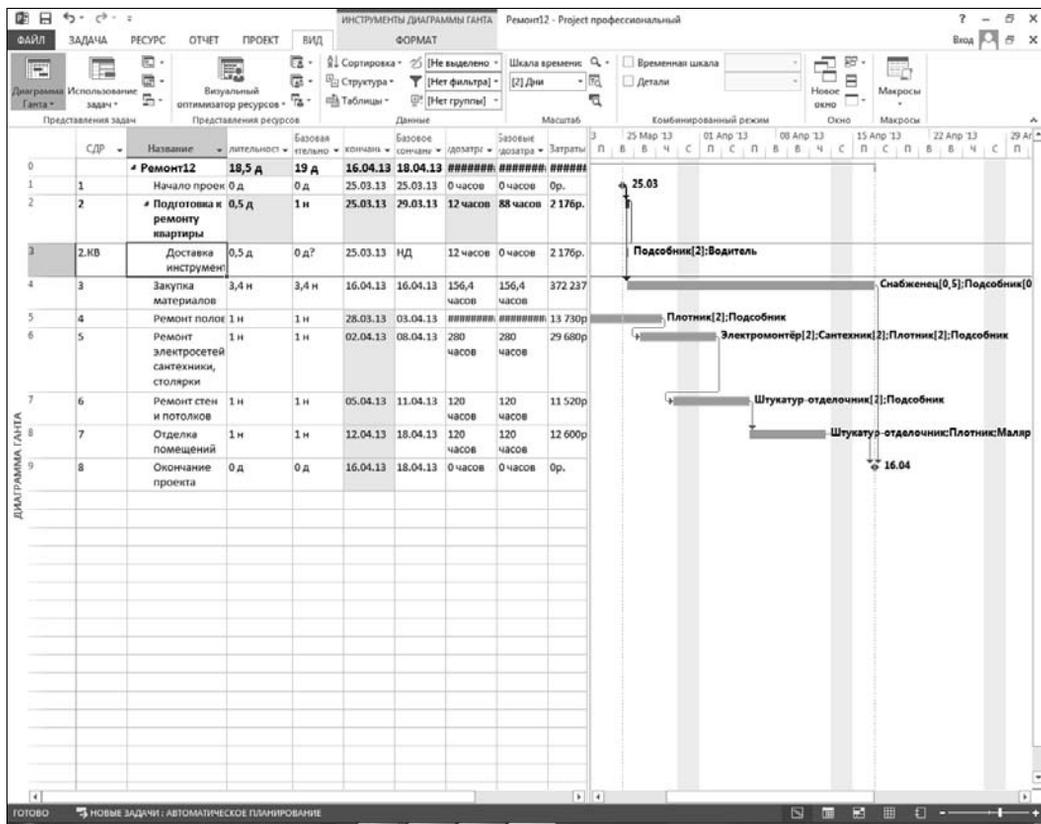

Рис. 7.1.2. Линейная диаграмма проекта-примера с введенной в него детальной задачей
6. Для того чтобы сформировать нужную иерархию задач, следует воспользоваться имеющейся в области **Планирование** кнопкой **Понизить уровень задачи** (это вторая справа кнопка в нижнем ряду на рис. 7.1.1). Сохранив выделенной новую задачу, следует нажать эту кнопку. При этом Project выдаст сообщение о том, что начало задачи 5 будет перемещено на период времени до начала проекта. Это вызвано тем, что начало задачи 5 установлено за два дня до окончания задачи 2, которая стала сводной, и теперь ее длительность определена длительностью входящих в нее задач. Пока такая задача только одна, и ее длительность всего полдня. Следует разрешить системе управления проектами перемещать связанные задачи (нажав для этого кнопку **ОК**) — после полной детализации работ по подготовке ремонта все должно встать на свои места. После изменения уровня новой задачи следует выделить соответствующее этой задаче поле СДР, нажать управляющую кнопку <F2> и, согласно табл. 7.2, сформировать в нем значение кода иерархической структуры работ, заменив им звездочки, играющие роль заполнителя. Вид полученного окна показан на рис. 7.1.2. На этом рисунке видно, что вновь сформированная задача в экранной форме сдвинута вправо, а задача 2 является для нее заголовком.